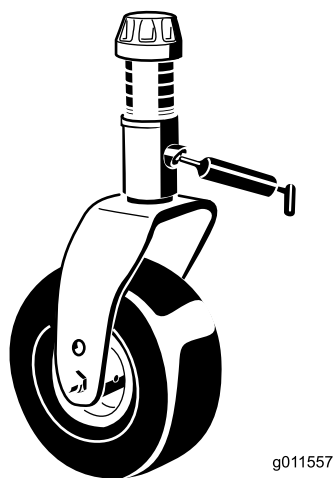

Figura 80
- 2 casquillos del eje de la horquilla de la rueda giratoria (Figura 80)